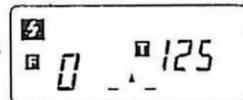

Fig. 24
- Appuyer sur le sélecteur de mode pour passer à ce mode (Fig. 24).